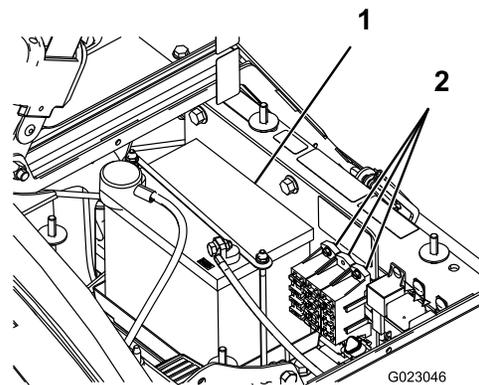

图 48
电气系统中有 2 个保险丝模块和 1 个插槽。它们都位于座椅下面 图 48。
2. 电池位于机器右侧泵的后方图 48。
5. 拆下电池固定装置和紧固件 图 48。
2. 安装电池固定装置并使用之前拆下的紧固件进行固定 图 48。
4. 安装电池盖使用 2 个旋钮固定 图 48。
1. 松开电池盒两侧的旋钮取下电池盖 图 48。